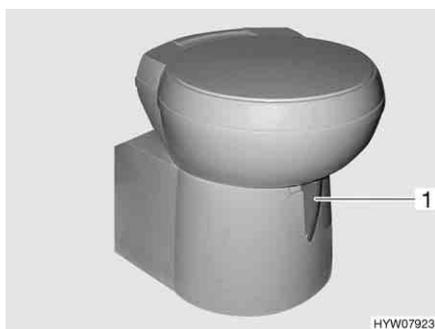

Fig. 161 Tazza del WC Thetford, orientabile
- Prima di tirare l'acqua, aprire il cursore della toilette Thetford. A tal fine girare la leva del cursore (Fig. 161, 1) in senso antiorario.
- Girare la leva del cursore (Fig. 161,1) in senso orario. Il cursore viene chiuso. Per svuotare il cursore **deve** essere chiuso nella toilette Thetford.